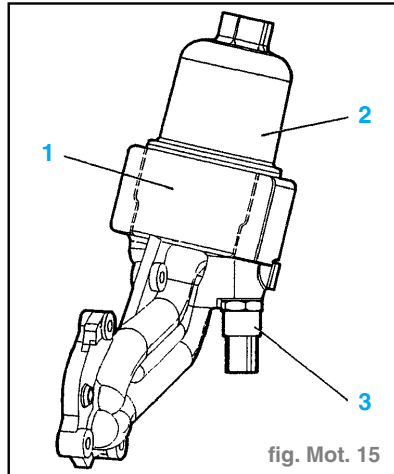

fig. Mot. 15
- Composants du filtre à huile : (fig. Mot. 15)
- (1) support de filtre à huile,
- (2) couvercle de protection de l'élément filtrant,
- (3) manoccontact de pression d'huile.